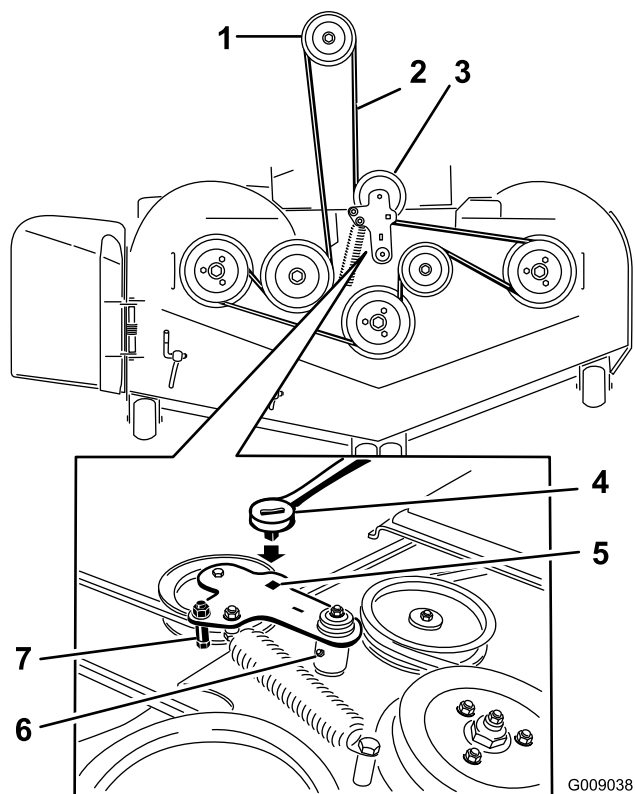

図 61
7. アイドラームについている四角い穴にラチェットを差し込んで、この原理でイドラスプリングのテンションをゆるめる 図 61。
9. 図 61にあるように、スプリング付きのアイドルアームについているベルトガイドを外す。
11. 新しいベルトをデッキのプーリ、およびエンジン下のプーリに取り付ける 図 61。
12. 図 61にあるように、ベルトガイドを取り付ける。
13. 四角い穴にラチェットを差し込んで、アイドルスプリングを取り付ける 図 61。